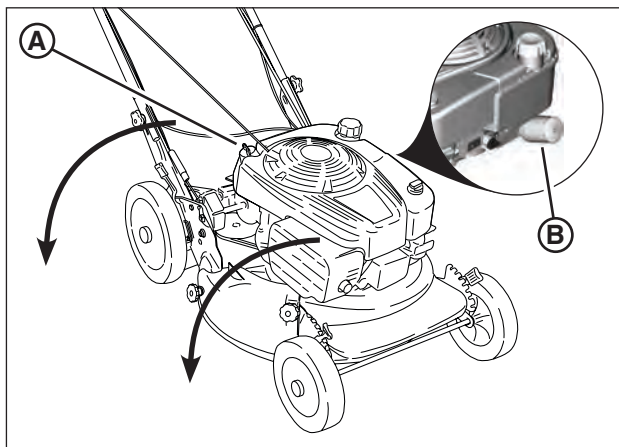

Figure 14 : Vidange de l'huile moteur
2. Enlever la jauge d'huile (**A**, **Figure 14**), puis tourner la tondeuse sur son côté. Laisser l'huile drainer du tube de remplissage d'huile dans un contenant approprié. Jeter l'huile usée selon les réglementations.
2. Enlever le filtre à huile (**B**, **Figure 14**) et le jeter de façon appropriée